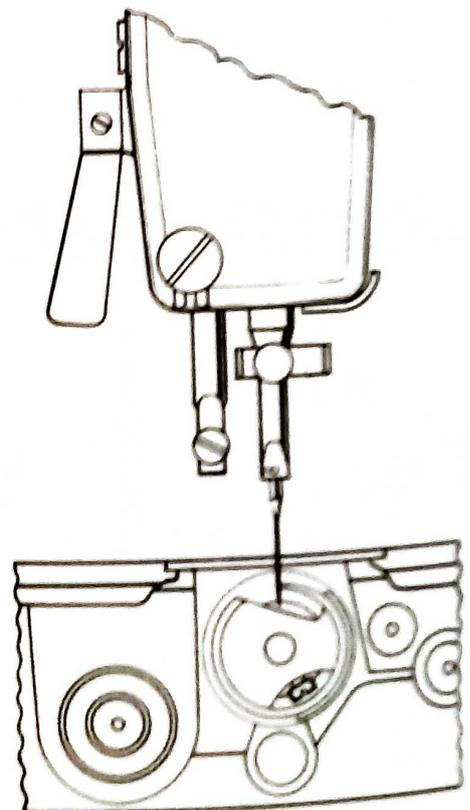

Fig. 7.2
- .27 Faire tourner le volant dans son sens normal de travail jusqu'à ce que la pince bute contre le bord inférieur de la frette de la barre d'aiguille (fig. 7.2).